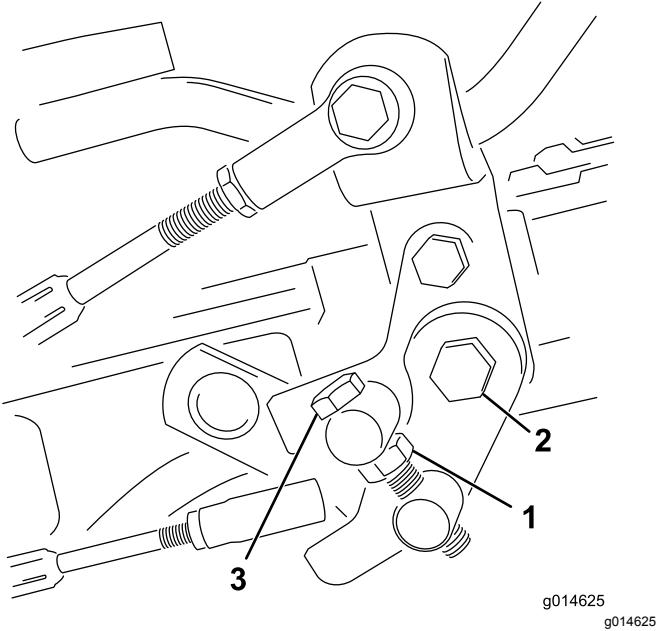

图36
1. 松开枢轴螺栓上的锁紧螺母 **图36**。
4. 上紧枢轴螺栓上的锁紧螺母和踏板枢轴上的螺母锁定调整 **图36**。检查调整情况并按需要调整。